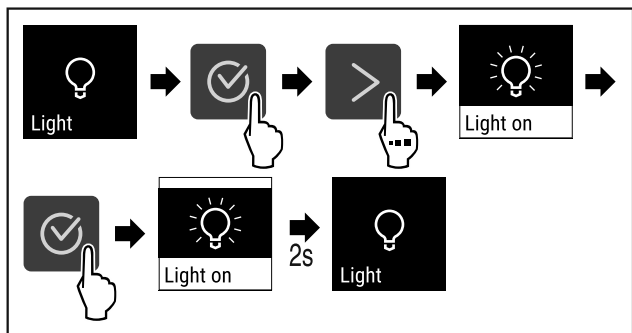

Fig. 86
- ▶ Végezze el a gyakorlati lépéseket (lásd Fig. 86).